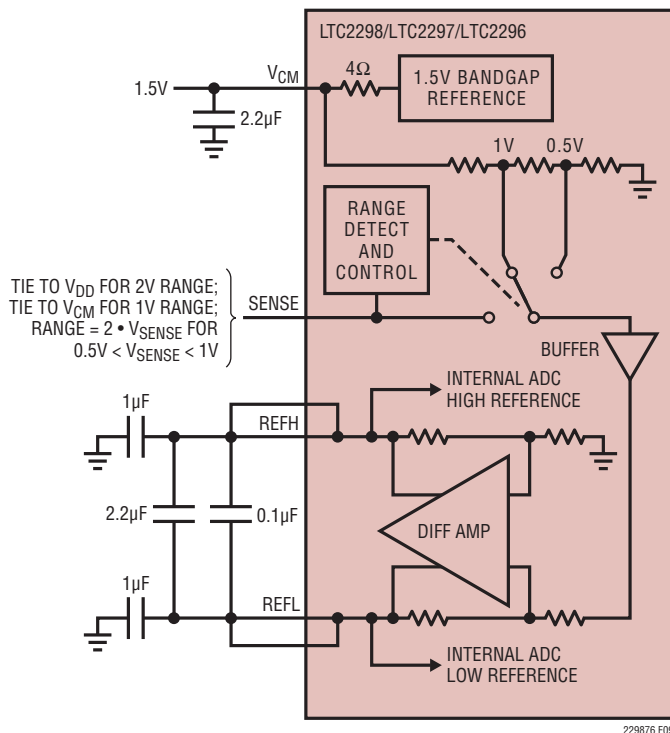

図9. 等価リファレンス回路
1.5Vのバンドギャップ・リファレンス、差動アンプ、およびスイッチングと制御の回路で構成されるLTC2298/LTC2297/LTC2296のリファレンス回路を図9に示します。内部電圧リファレンスはピンで選択可能な2V(差動±1V)または1V(差動±0.5V)の2つの入力レンジに設定することができます。SENSEピンを V_{DD} に接続すると2Vの範囲が選択され、SENSEピンを V_{CM} に接続すると1Vの範囲が選択されます。
差動アンプはADCの“H”リファレンスと“L”リファレンスを生成します。高速スイッチング回路がこれらの出力に接続されているので、これらの出力は外部でバイパスする必要があります。各出力には2つのピンがあります。パッケージのインダクタンスを減らすために複数の出力ピンを必要とします。バイパス・コンデンサは図9に示すように接続する必要があります。ADCの各チャンネルのリファレンスは独立しており、バイパス・コンデンサも各チャンネル専用です。2つのチャンネルで使用する入力範囲は、同じでも別々でもかまいません。